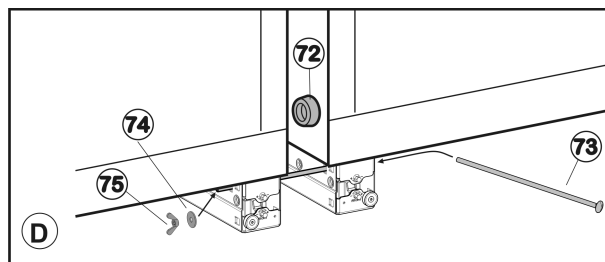

Fig. 46
- Introduzca un tirafondo largo Fig. 46 (73).
- Deslice la arandela Fig. 46 (74) y la tuerca Fig. 46 (75) por el tornillo. Apriete la tuerca hasta que el distanciador Fig. 46 (72) toque la pared lateral opuesta.